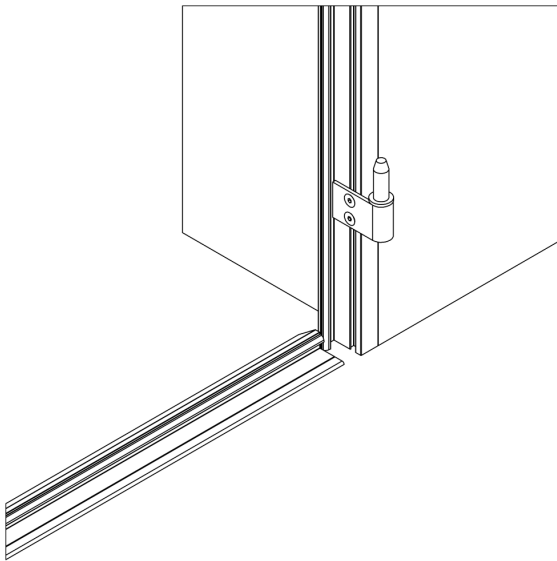

Figure 5
3. Une fois le dormant en position repérer vos points de fixation, percer ensuite le dormant et le tableau (fig. 5).